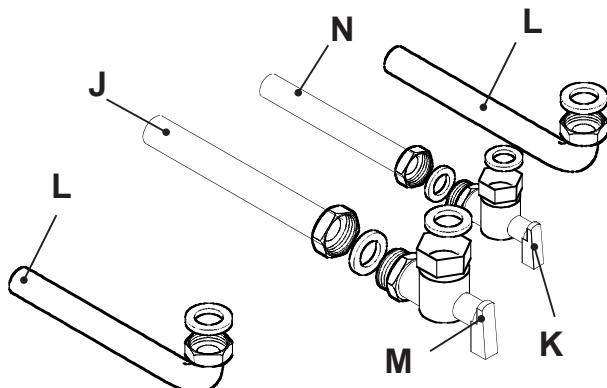

рисунок 5.3
- Присоедините газовый кран М (3/4") к котлу, используя прокладку на 3/4" (рисунок 5.3).